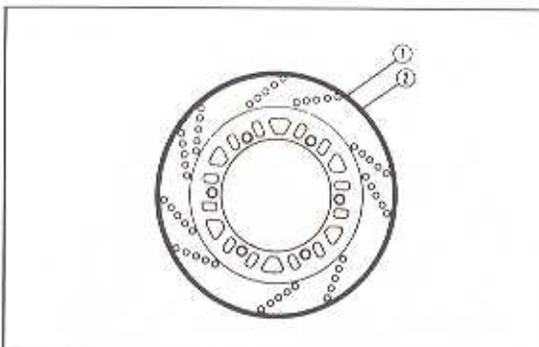

Bild 239
- Eine Messuhr mit Ständer an der Bremsscheibe ansetzen und den Schlag messen (Bild 239).